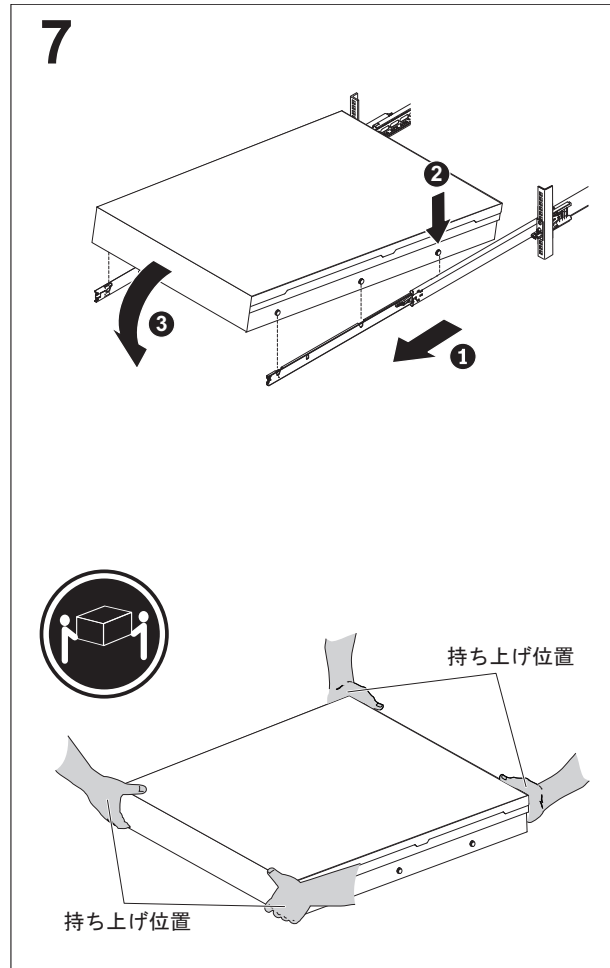

図 49. ラックのスライド・レールへの SAN ポリューム・コントローラー 2145-DH8 ノードの取り付け
- スライド・レール **1** を、2 度カチッと音がして所定の位置に収まるまで前方に引きます (85 ページの図 49 を参照)。